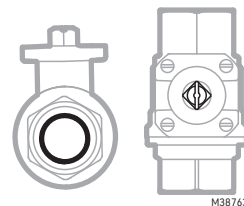

Fig. 3. Eksempel på åpen kuleventil.
- Kontroller at kuleventilen er i åpen stilling før montering, for å sikre at den justeres etter aktuatoren. Se Fig. 3.